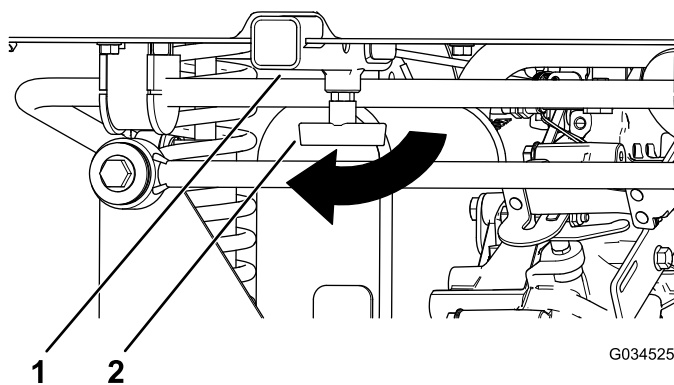

Figure 5
5. Desserrez la poignée en "T" sur le tube récepteur (Figure 5).